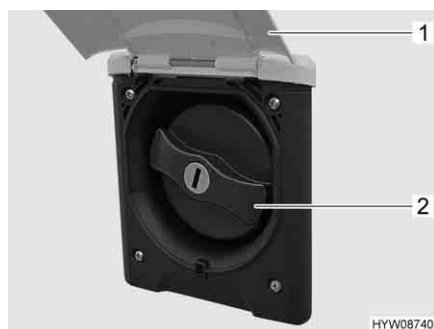

Fig. 139 Coperchio per bocchettone di riempimento dell'acqua potabile
- Sollevare lo sportello esterno (Fig. 139,1).
- Ruotare il coperchio blu (Fig. 139,2) di un quarto di giro.